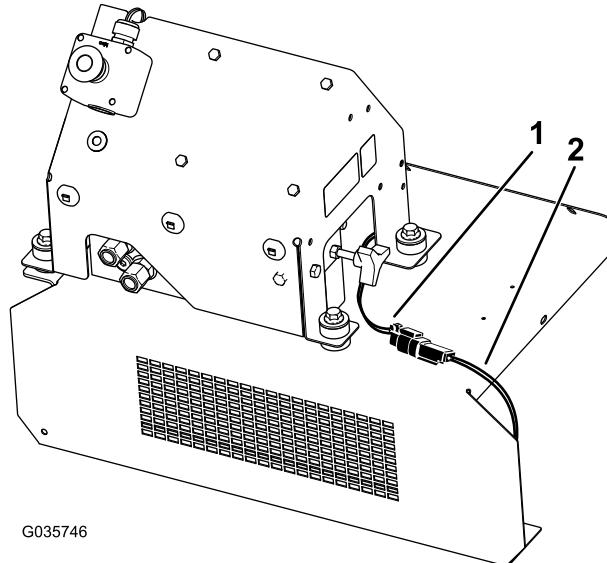

Bild 15
17. Schließen Sie den Steckdosenanschluss am Zwischenkabelbaum Stromkabelbaum an (Bild 15).